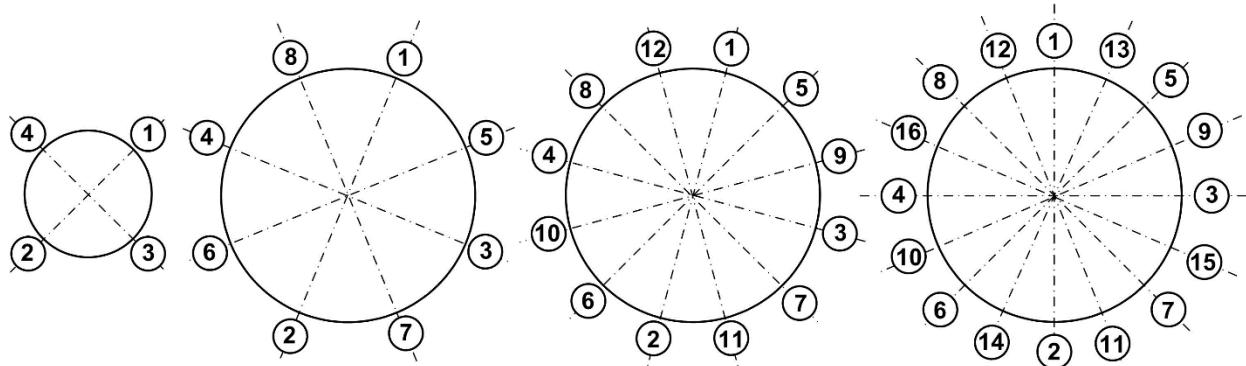

Рис.4 - Очередность затяжки гаек на фланцах
3.5.5 Затяжка гаек при установке ИУ или имитатора в трубопровод должна производиться в очередности, обозначенной на рис.4, динамометрическим ключом с крутящим моментом не более, указанного в табл.8 и табл.9. **В случае превышения усилия затяжки возможно повреждение ИУ.**